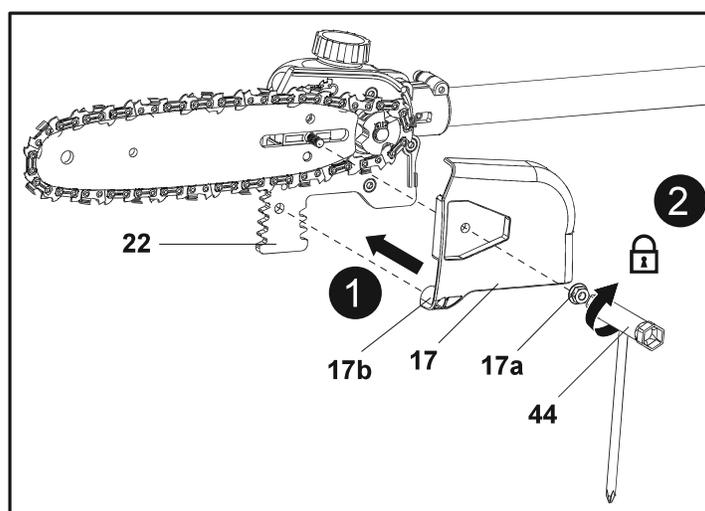

Fig. 13
9. Volte a colocar a cobertura da motosserra podadora (17) e aperte ligeiramente a porca de bloqueio (17a) para a direita (Fig. 13). Certifique-se de que o espigão (17b) está devidamente encaixado no orifício do batente serrilhado (22). Não aperte completamente a porca (17a), pois é necessário aplicar primeiro tensão na corrente.